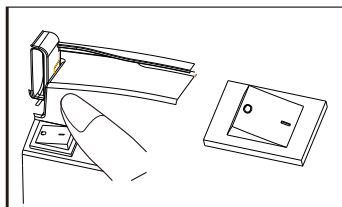

Figura 8
8. Encienda el nebulizador pulsando el interruptor de encendido en la posición I (ON) y comience el tratamiento. (Véase la figura 8).